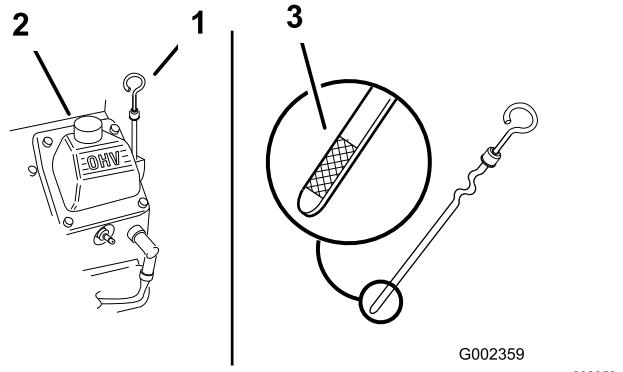

Figura 17
2. Pulite attorno all'asta di livello (Figura 17) in modo che la morchia non possa penetrare nel foro di rifornimento e danneggiare il motore.
3. Togliete l'asta di livello, asciugatela e reinseritela a fondo (Figura 17).
- Il livello dell'olio deve raggiungere la tacca di pieno sull'estremità metallica dell'asta (Figura 17).
5. Se il livello dell'olio non raggiunge la tacca di pieno, togliete il tappo del tubo di riempimento (Figura 17) e rabboccate con olio fino a portarlo alla tacca di pieno sull'asta di livello. **Non riempite troppo.**